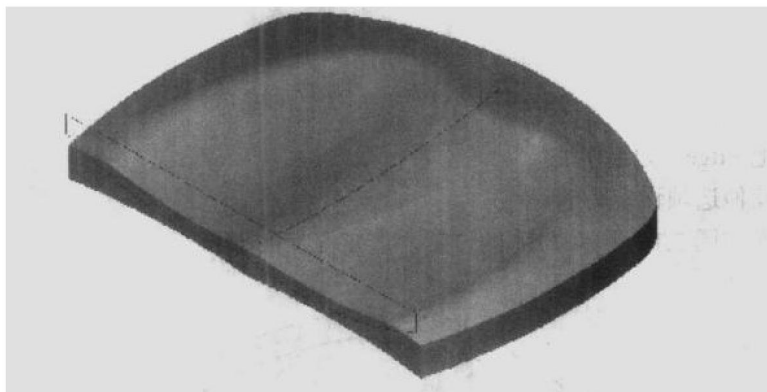

图 2.16 倒内部曲线渲染图
(8) 选择 OK，系统自动把沿着座面内部曲线作了等半径的 fillet。
(9) 打开渲染，完成的几何图形如图 2.16 所示。